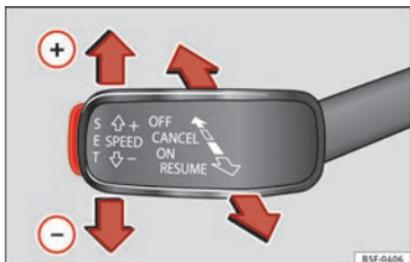

Fig. 48 A sinistra del piantone dello sterzo: terza leva per l'uso del GRA.
• Collegamento del GRA: posizionare la terza leva su **ON** » fig. 48. Il sistema si accende ma non effettua la regolazione poiché non è programmata alcuna velocità.
• Attivazione del GRA: premere il tasto **SET** » fig. 48. Memorizza e regola la velocità attuale.
• Disattivazione temporanea del GRA: muovere la leva fino a **CANCEL** » fig. 48 e rilasciarla o schiacciare il freno. La regolazione si scollega temporaneamente.
• Collegare nuovamente il GRA: muovere la leva fino a **RESUME** » fig. 48 e rilasciarla. La velocità memorizzata verrà conservata e regolata nuovamente.
• Disattivazione del GRA: portare la terza leva nella posizione **OFF** » fig. 48. Il sistema si disattiva e la velocità memorizzata si cancella.